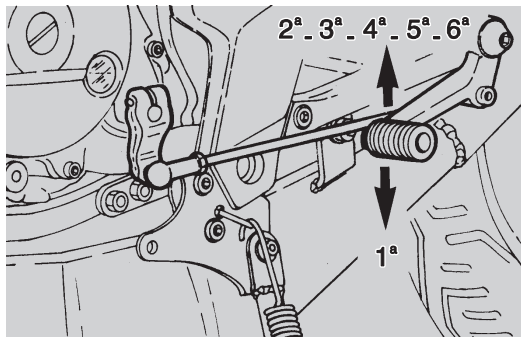

Fig. 25
- con la manopola dell' acceleratore rilasciata ed il motore al minimo, azionare la leva della frizione ed inserire la prima marcia premendo il pedale del cambio verso il basso (Fig. 25);